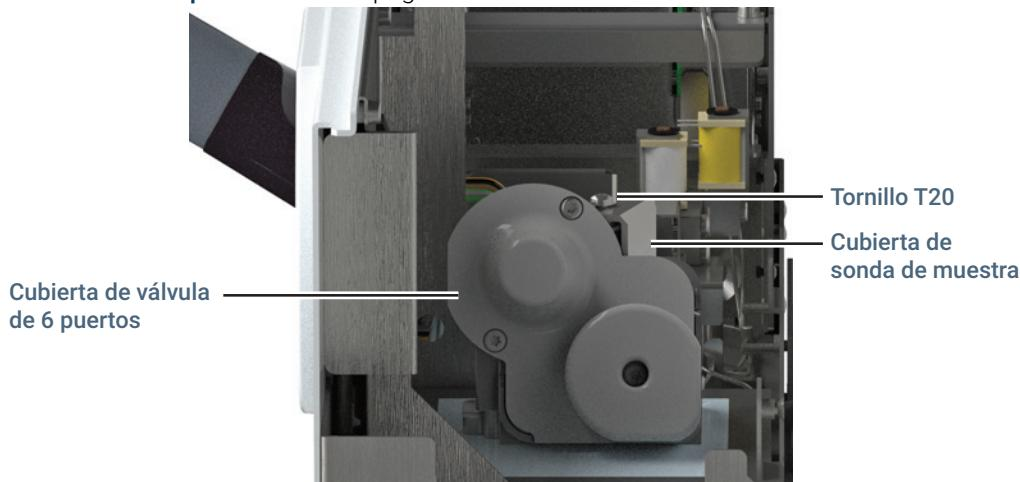

Figura 17. Las cubiertas de la sonda de muestra y válvula
- 5 Quite la cubierta del loop/válvula (**Figura 17**). Consulte la sección “Extracción de la cubierta del loop/válvula” en la página 19.